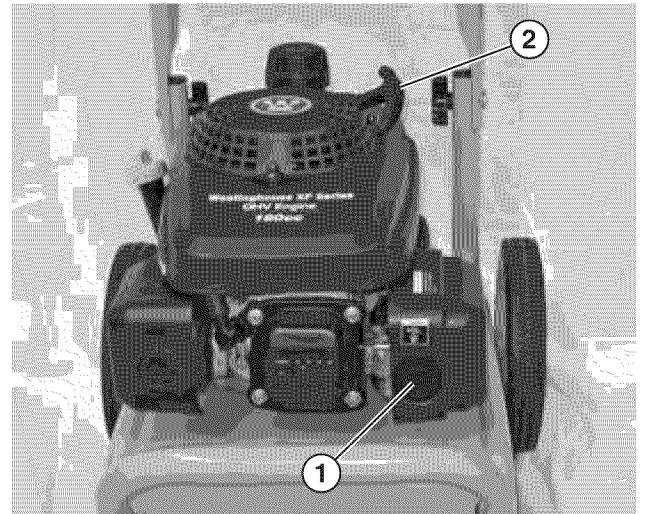

Figura 37 – Arranque del motor
- Oprima la perilla de cebado tres veces (Ver Figura 37).
- Tome con firmeza y tire de la manija de retroceso lentamente hasta que sienta que aumenta la resistencia. En ese momento, aplique un tirón rápido de la manija de retroceso (Ver Figura 37).